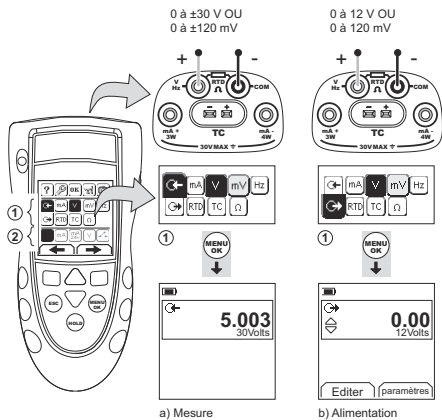
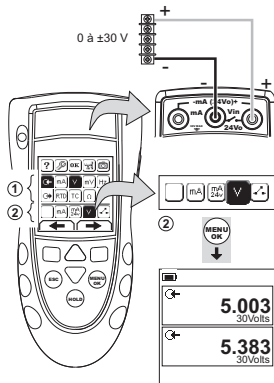

Figure 4 : Exemple de configuration - mesure/alimentation en volts ou mV (zone ①)
Figure 5 : Exemple de configuration - mesure en volts (Fonction Dual, zone ②)
- Raccordez l'instrument (Figure 4 et Figure 5) et, si nécessaire, réglez le menu Config. (Tableau 1).